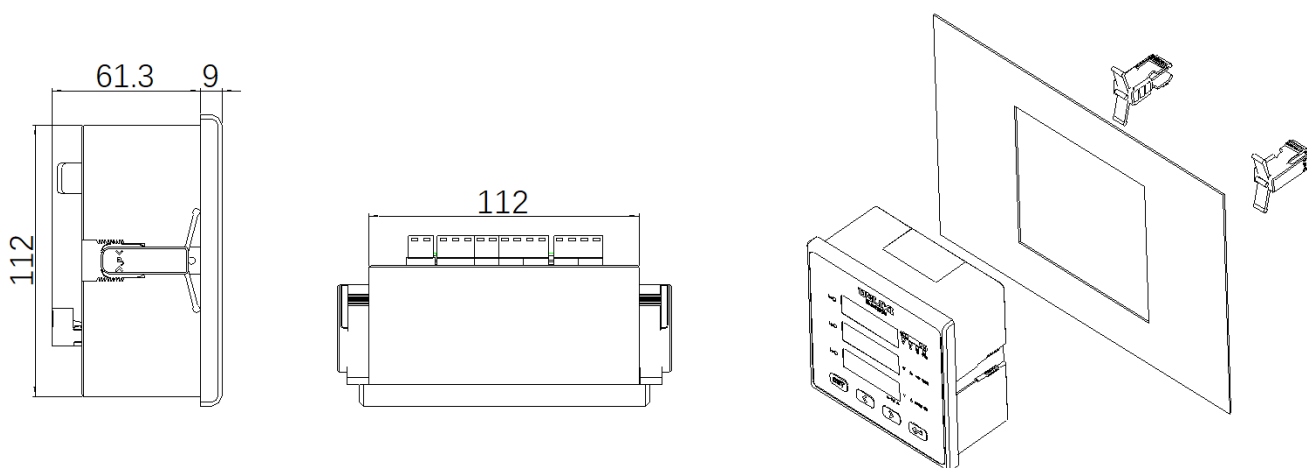

图 4
4.4 120×120 表型，面框尺寸(mm)：120×120 开孔尺寸(mm)：113×113 进柜体深度(mm)：62 (见图 4)